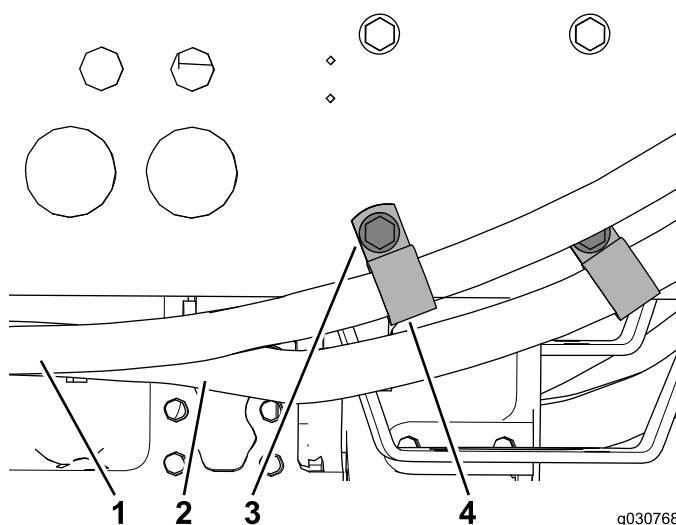

Figure 46
5. Placez un collier en R autour de chaque flexible de climatisation et fixez-les au cadre de la machine au moyen des 2 boulons existants (Figure 46).